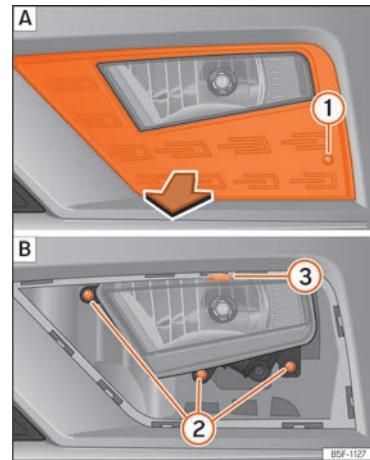
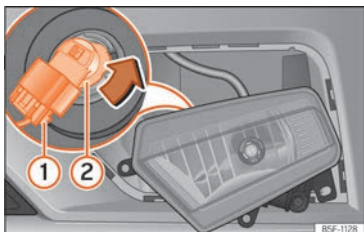

Fig. 61 Faro antiniebla: extraer la rejilla. »
Fig. 62 Faro antiniebla: desmontar el porta-lámparas
- Retire el tornillo »» fig. 61 ① A de la rejilla del faro antiniebla utilizando un destornillador y extraiga la rejilla.
- Retire los 3 tornillos »» fig. 61 ② B.
- Retire la grapa metálica situada en la parte superior del faro antiniebla tirando hacia el exterior del vehículo ③ B y extraiga el faro antiniebla.
- Extraiga el conector »» fig. 62 ① de la lámpara.
- Gire el portalámparas ② a la izquierda y tire.